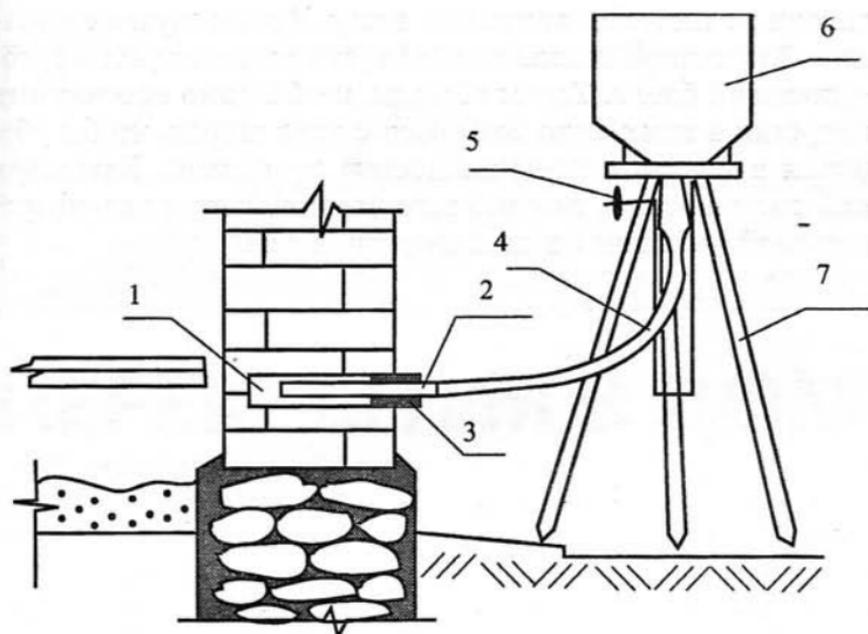

Рис. 32. Установка для инъекции:
Инъекционный раствор заливают в бачок (рис. 32, 6), который поднимают на высоту 1–1,5 м, где и закрепляют на штативе (7). Из бачка раствор по шлангу (4) идет в трубку-инжектор (2) и далее поступает непосредственно в просверленный шпур (1), закрытый герметичной пробкой (3). После выполнения работы буровые отверстия заделываются специальным раствором.